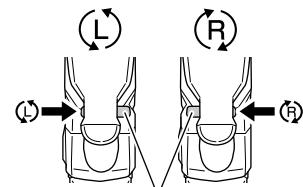

图 15
6. 检查钻头的旋转方向 (请参照图 15)
(请参照图 15)。